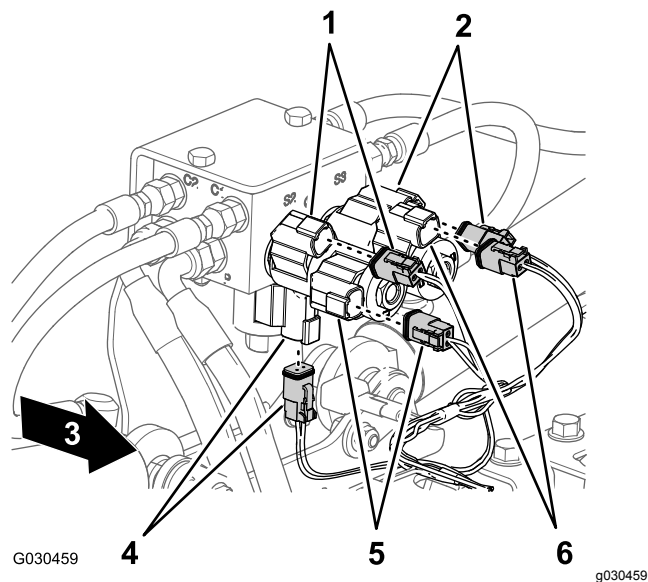

Figure 57
4. À l'arrière de la machine, débranchez les connecteurs à 2 douilles suivants (Figure 57) du collecteur de vérin de levage comme suit :